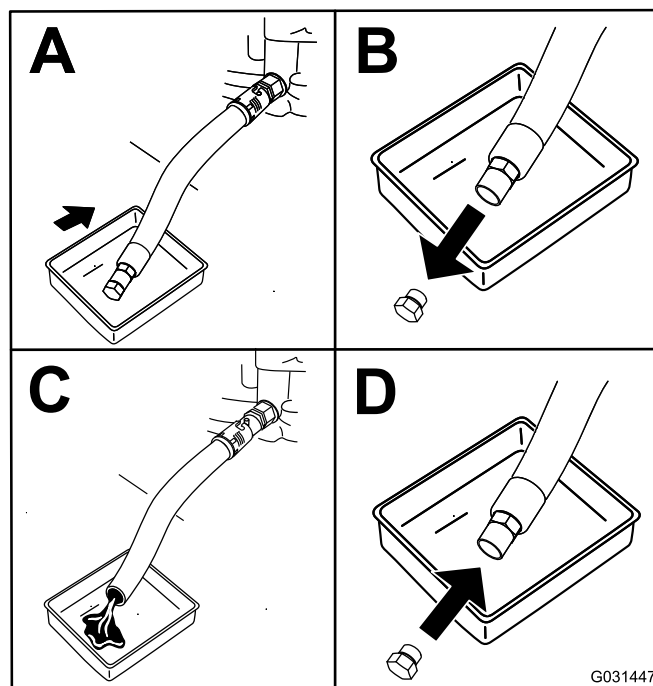

Figura 44
4. Cambie el aceite del motor, según se muestra en Figura 44.